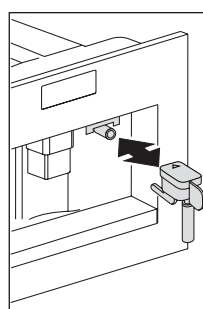
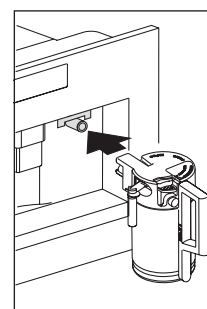

Fig. 13
Fig. 32
- ▶ Scoateți duza pentru apă fierbinte (Fig. 13) și atașați recipientul de lapte la duză (Fig. 32).